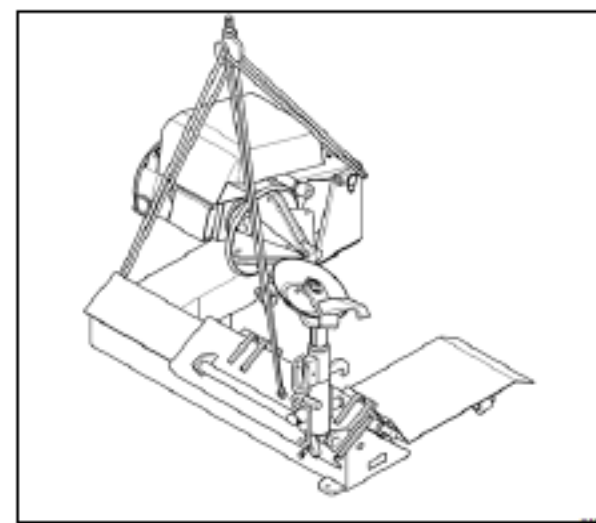

Рис.9
- C.** Перед подъёмом станка, убедитесь что патрон зажимного устройства полностью закрыт, рычаг зажимного устройства опущен а каретка находится в положении согласно Рис.9.
- D.** Отсоедините болты прикрепляющие станок к деревянному поддону. Поднимайте станок применяя только два подъёмных троса или ремня соответствующей длины и прочности (300 см) (Рис.9).